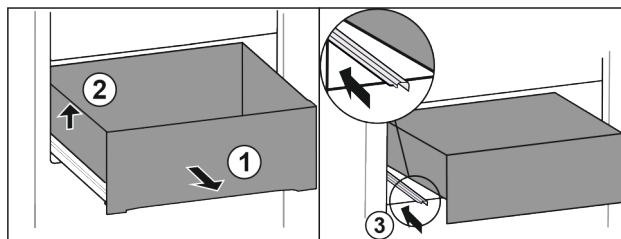

Fig. 74
- ▶ Scoateți sertarul până la opritor. Fig. 74 (1)
- ▶ Ridicați sertarul din stânga. Fig. 74 (2)
- ▶ Inserați șina din stânga. Fig. 74 (3)